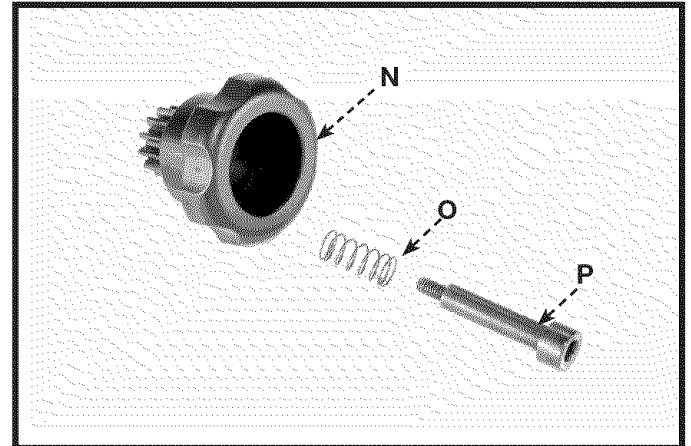

Fig.14
7. La fig. 14 illustre le bouton d'inclinaison de la table (N), le ressort (O) et la vis spéciale (P), retirés à l' **ÉTAPE 1**.